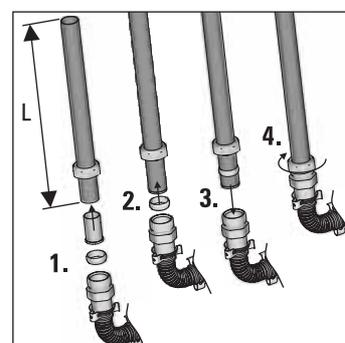

Figura 3-43 Fase di lavoro 5
5. Collegare le tubazioni di collegamento (Cu Ø 22 mm) con le viti ad anello tagliante dei raccordi (Figura 3-43).